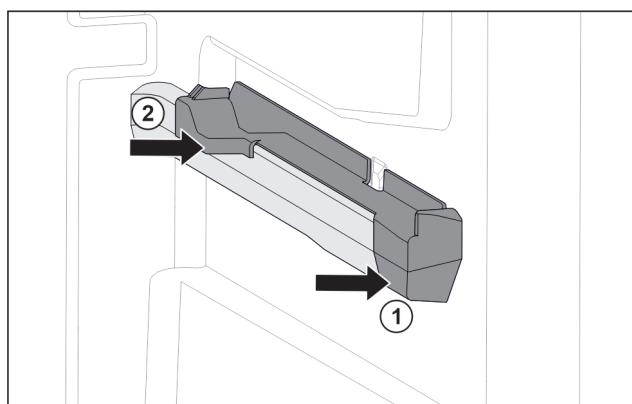

Fig. 94 Násuvný diel na pravom rebre nádoby
- Nasadte násuvný diel vpred na rebro nádoby. Fig. 94 (1)
- Pritlačte násuvný diel vzadu. Fig. 94 (2)